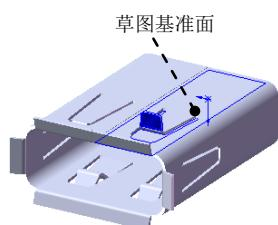
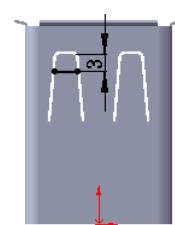

图 10.54 绘制的折弯 7
图 10.56 横断面草图
Step17. 创建图 10.54 所示的钣金特征——绘制的折弯 7。
(1) 选择下拉菜单 **插入(I)** → **钣金(H)** → **绘制的折弯(S)...** 命令。
(2) 定义横断面草图。选取图 10.54 所示的模型表面为草图基准面，绘制图 10.56 所示的横断面草图。